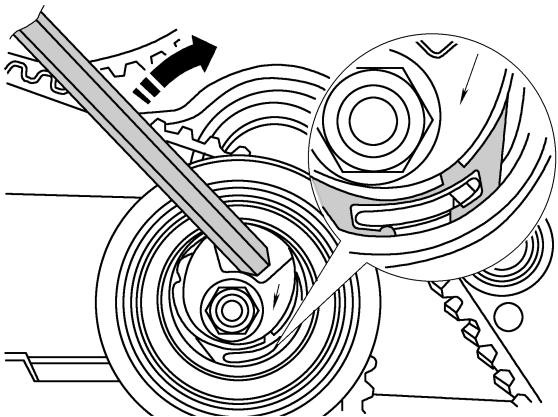

图 1-3-9 张紧正时带
(3) 张紧正时带。如图 1-3-9 所示，将内六角扳手卡在偏心轮上向右转(箭头方向)，直至切口位于凸缘之上。重新松开正时带。现在张紧正时带，直至